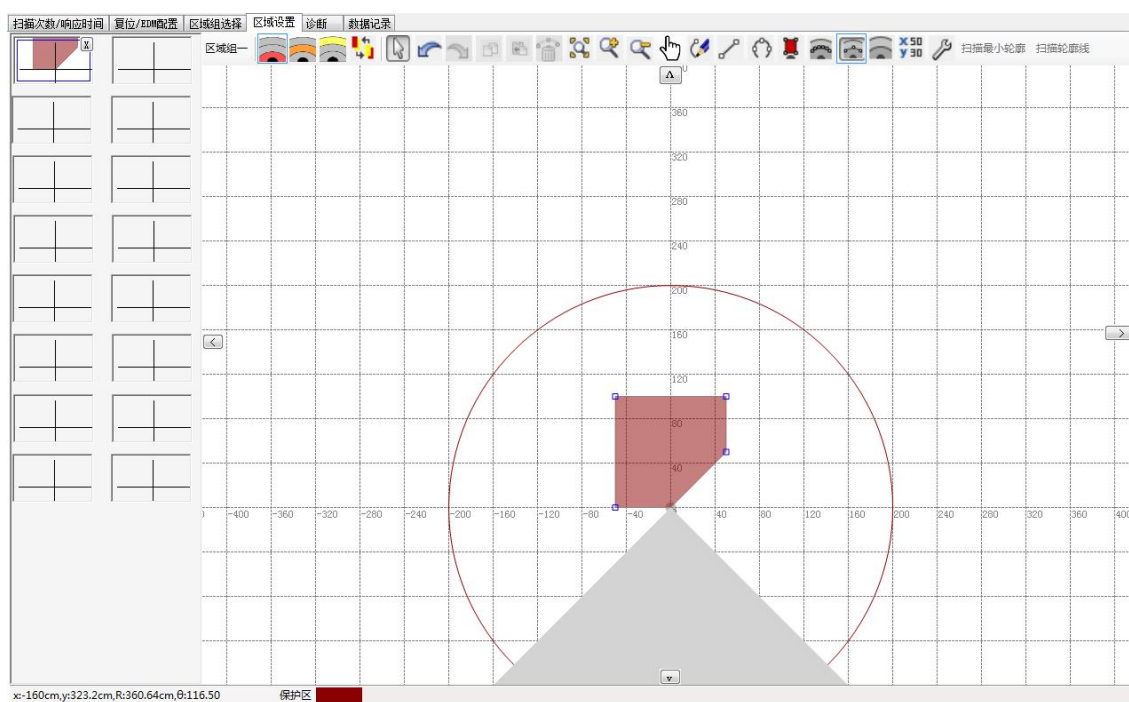

图 2.5.20 坐标修改后视图
关闭弹窗后，修改后的防护区域如图 2.5.20。
- (2) 对上图 2.5.20 所示防护区域进行边界点添加。点击 ，在弹窗中点击工具栏  增加，然后在右侧【坐标输入】中输入 XY 坐标 (-70,70) 或者极坐标数据，如下图 2.5.21 所示：